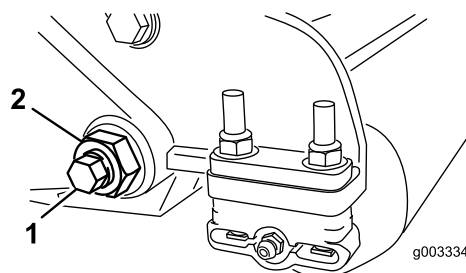
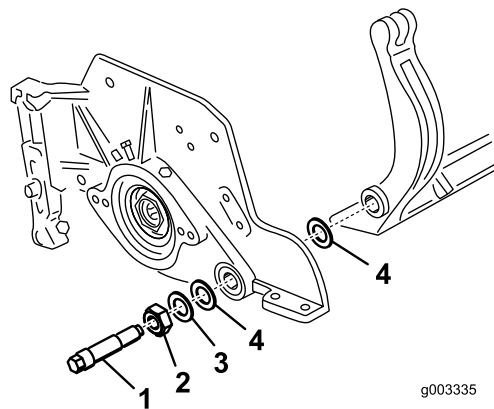

Figure 33
Figure 34
3. De chaque côté de la machine, desserrez le contre-écrou de fixation du boulon de la barre d'appui (Figure 33).
4. Retirez les boulons de la barre d'appui afin de pouvoir abaisser la barre et la déposer du boulon de la machine (Figure 33). Mettez de côté 2 rondelles en nylon et 1 rondelle en acier estampé à chaque extrémité de la barre d'appui (Figure 34).
4. Placez une rondelle en acier à l'extérieur de chaque rondelle en nylon (Figure 34).